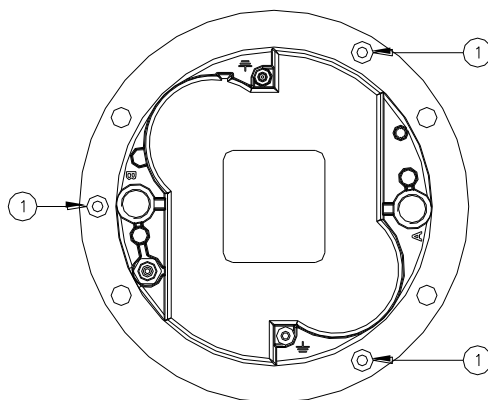

Figura 20 – Viti di fissaggio del coperchio inferiore
Separare il coperchio inferiore dalla calotta svitando le tre viti di bloccaggio TORX M5x10 (Figura 20 - n°1).
- tre viti di bloccaggio TORX M5x10 (Figura 20 - n°1);
Verificare il corretto posizionamento della guarnizione O-Ring tra calotta e coperchio inferiore (Figura 22 – n°2); montare il coperchio inferiore nella calotta e chiuderla con le tre viti TORX M5x10 (Figura 20 - n°1). Uno strato di adesivo anaerobico frenafilietti medio (per esempio LOXEAL 24-18) può essere applicato alle viti prima dell'installazione; coppia di serraggio 2,5 Nm.